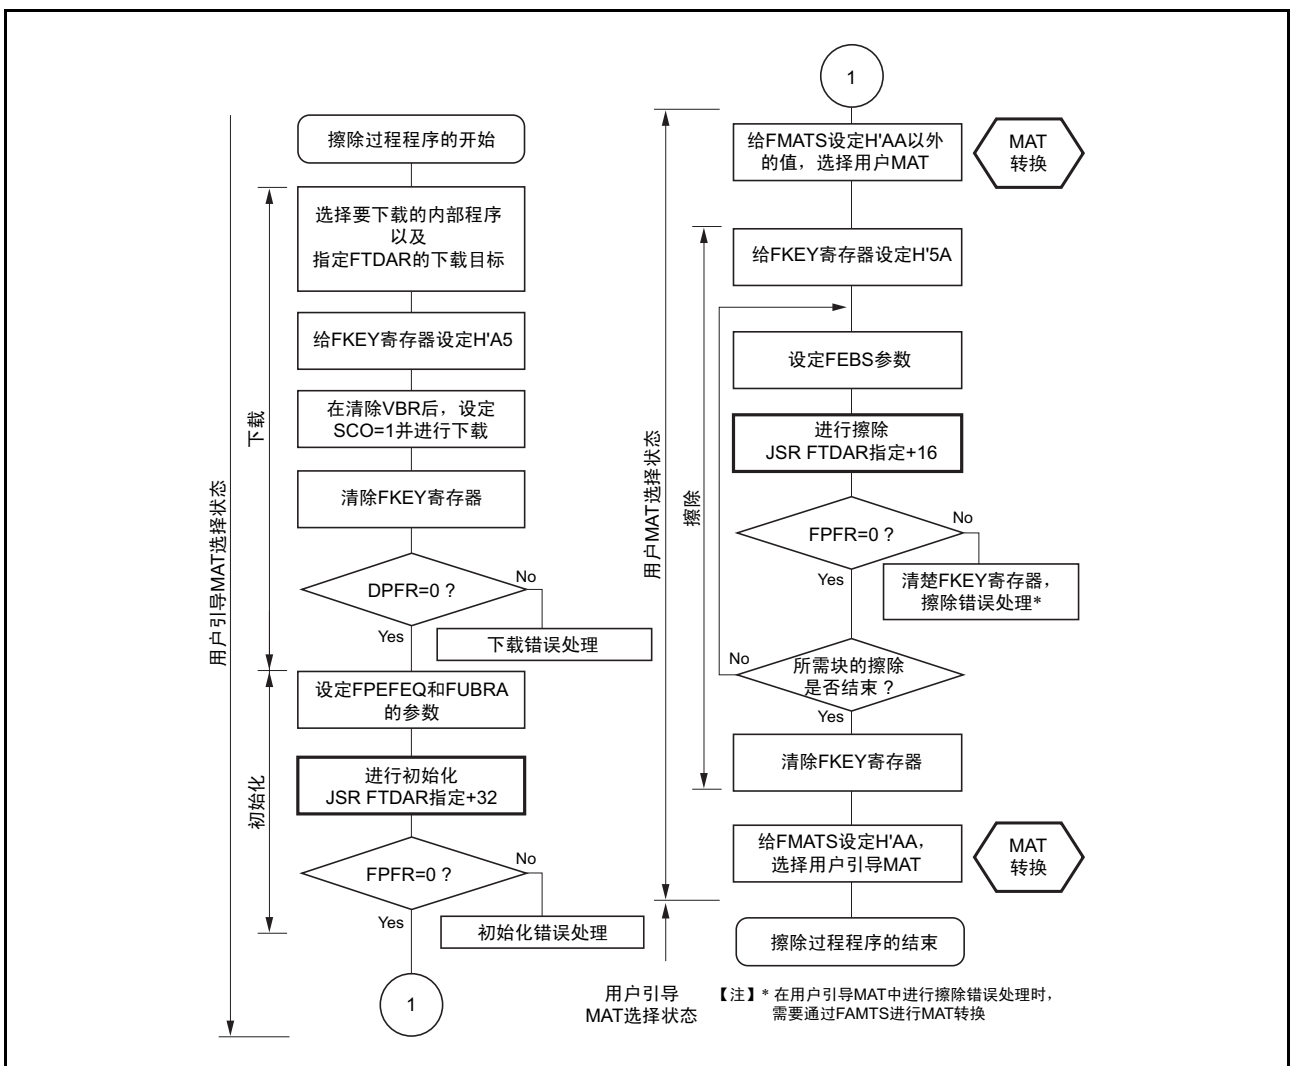

图 23.15 在用户引导模式中进行用户 MAT 擦除的步骤
- 在用户引导模式中进行用户 MAT 擦除的步骤如图 23.15 所示。
如图 23.15 所示，用户编程模式和用户引导模式的擦除步骤的不同在于是否进行 MAT 转换。